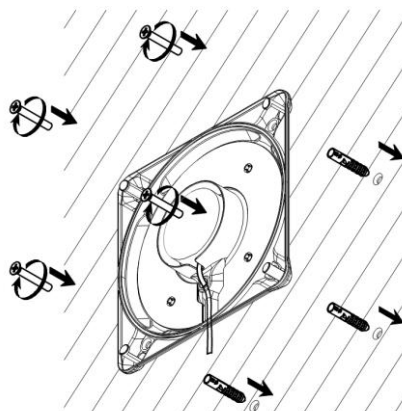

Рисунок 6 – Монтаж светильника на поверхности.
- 5.4.3. Установите светильник на заранее подготовленной плоской поверхности при помощи четырех винтов (Рисунок 6). При этом необходимо, чтобы кабель находился в специальном пазе на задней крышке светильника.